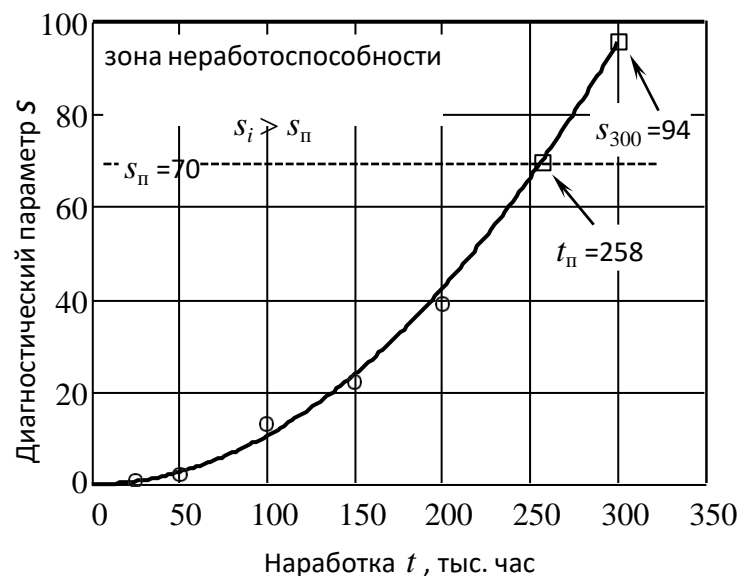

Рис. 3. Изменение диагностического параметра от наработки
10. Проверяем достоверность модели (3) для 2-3 значений t . Относительная погрешность рассчитанных и табличных значений не должна превышать $\pm 5,0-10,0\%$.
11. Строим график изменения диагностического параметра по модели (3) до $t = 300$ тыс. час (рис. 3) и сравниваем полученную величину диагностического параметра с его предельным значением $s_{\text{п}} = 70$.
Как показывает анализ графика на рис. 3 диагностический параметр достигнет предельного значения после 258 тыс. час эксплуатации и автомобиль попадет в зону неработоспособности. Сохранение работоспособности автомобиля по заданному диагностическому параметру при наработке до 300 тыс. не возможна.